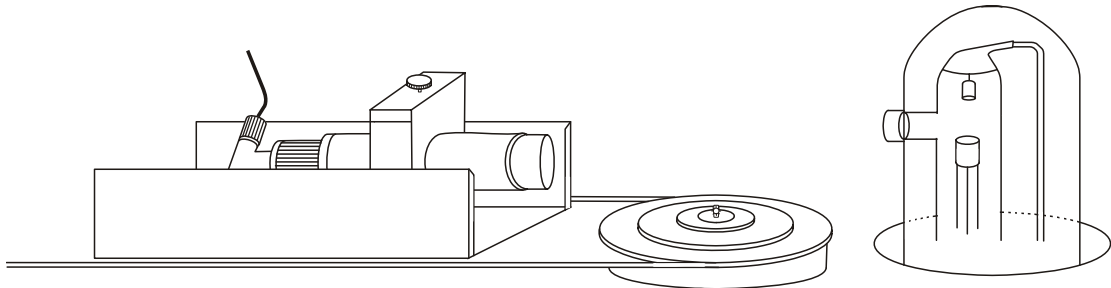

Fig. 3 Einbau des Geiger-Müller-Zählrohrs in den Messarm
- Zählrohrhalter ins Diamagazin im Messarm mit den Federklemmen einsetzen und fixieren (siehe Fig. 3)